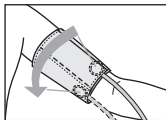

Рис. 10
8. Расположите головку стетоскопа так, чтобы она находилась во впадине выше локтевого сгиба (рис. 10). Если Вы используете прибор со встроенным стетоскопом (для LD-60, LD-71A), то для лучшего прослушивания пульса на полной руке, можно повернуть манжету вокруг руки примерно на четверть окружности (60-90 градусов) так, чтобы головка стетоскопа располагалась на внутренней стороне руки (ближе к локтевищу).